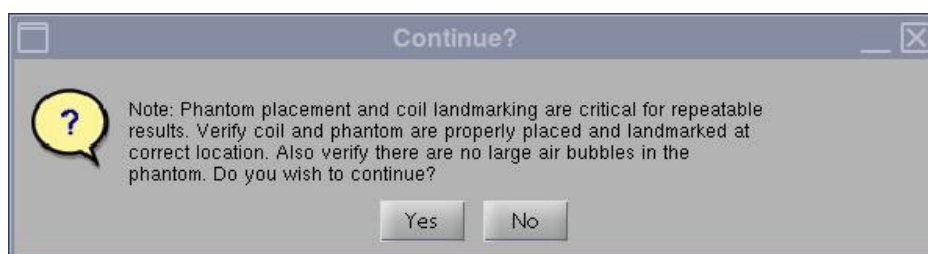

Figura 4
3. Dopo l'avvio, comparirà la nota "Phantom placement and coil landmarking are critical for repeatable results" (Il posizionamento del fantoccio e la definizione della posizione della bobina sono fondamentali per ottenere risultati ripetibili). Se i punti di riferimento sono stati impostati correttamente e non sono presenti bolle d'aria nel fantoccio, fare clic su **[Yes]** (Sì) per continuare. (Figura 4).